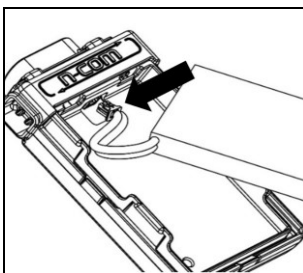

Fig. 2
- Collegare il connettore della batteria alla controparte (Fig. 2), facendo attenzione al corretto verso di inserimento. Se necessario, utilizzare l'utensile a testa piatta (fornito in dotazione) per inserire completamente il connettore batteria nella controparte.